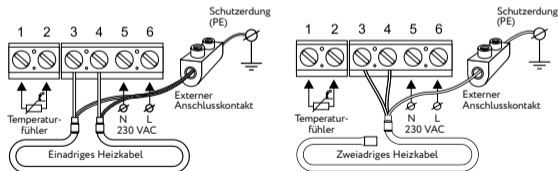

Abb. 3
Die Heizleitung bzw. der Matte werden an die Klemmen 3 und 4 angeschlossen; die Leitung des Abschirmgeflechts (gelb-grün) wird über einen externen Klemmenkontakt mit der Schutzleiterleitung (PE) verbunden (Abb. 3).